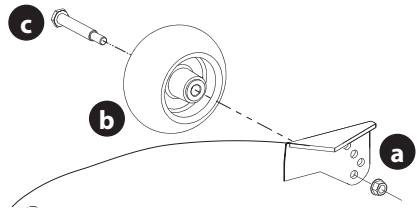

Figura 10
- Extraiga la tuerca de seguridad (a), la rueda de calibración (b) y el tornillo con reborde (c) de la plataforma (Figura 10).